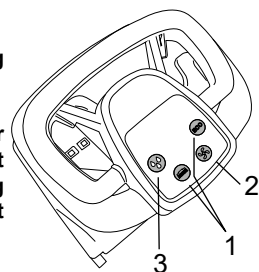

Fig.17
- Trykk på børstetasten eller ECo-tasten (fig 17 - ref. 1). I tillegg til børsten aktiveres oppsugingen og utførselen av vaskeløsning.
- Kontroller kvaliteten på vaskinen under arbeidet og reguler utførselen av vaskeløsning ved hjelp av tasten for vaskeløsning (fig. 17 ref. 3).
- Trykk på bryteren til børsteenheden (fig.17-ref.1).
- Slå av oppsugingen ved å trykke på oppsugingstasten (fig.17 - ref.2).